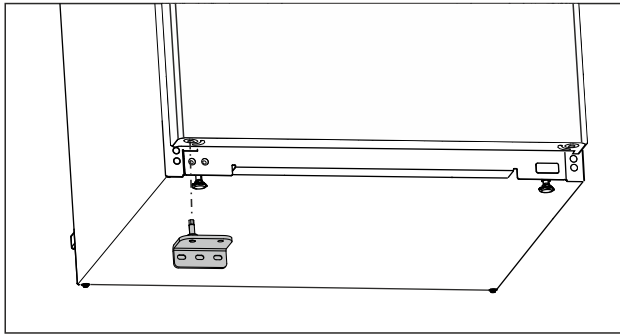

Fig. 20
- ▶ Pange alumine laagripukk vastasküljel sisse. (vt. Fig. 20)